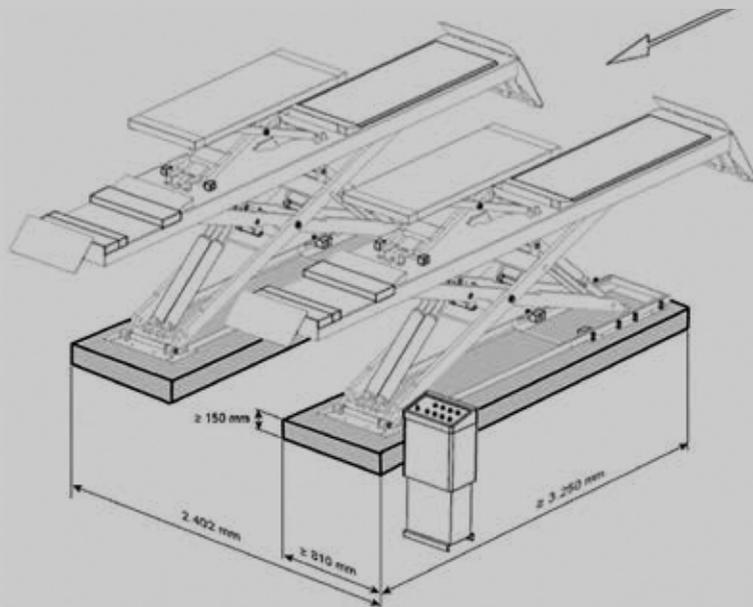

Abbildung 5
**! Hinweis:** Das Fundament für die Plattformen sollte mindestens 100 mm in jede Richtung größer sein als die Plattformen selbst und mindestens 150mm Dicke haben. Dabei darf der Höhenunterschied von vorn nach hinten maximal 10mm betragen. Diese Werte sind nicht variabel und unbedingt einzuhalten *Abbildung 5*.